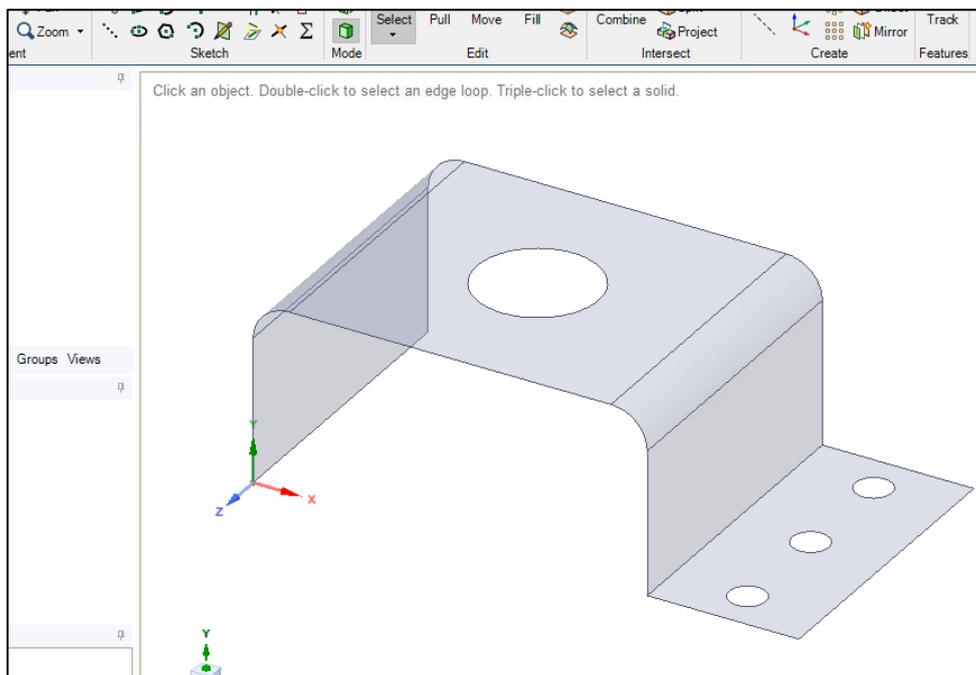

Рис. 13. Импорт геометрии
11.3. Для того чтобы найти созданную геометрию, переходим в папку с ней и выбираем отображение всех форматов – *All Files (*.*)*. Нажимаем на созданную геометрию с расширением «.x_t» и жмем кнопку *Открыть*. Импортированная геометрия показан на рис. 13.